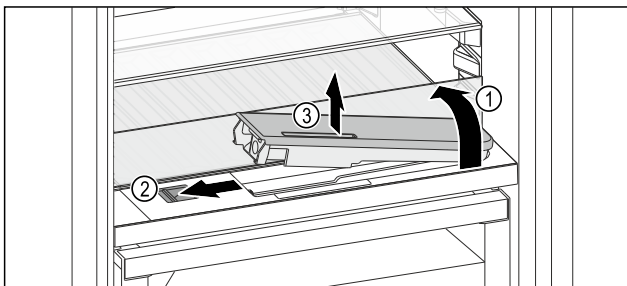

Fig. 194
- ▶ Soulever la tablette et la rabattre vers l'arrière jusqu'à la butée *Fig. 194 (1)*.
- ▶ Pousser le curseur *Fig. 194 (2)* vers la gauche.
- ▶ Sortir le filtre à eau *Fig. 194 (3)*.